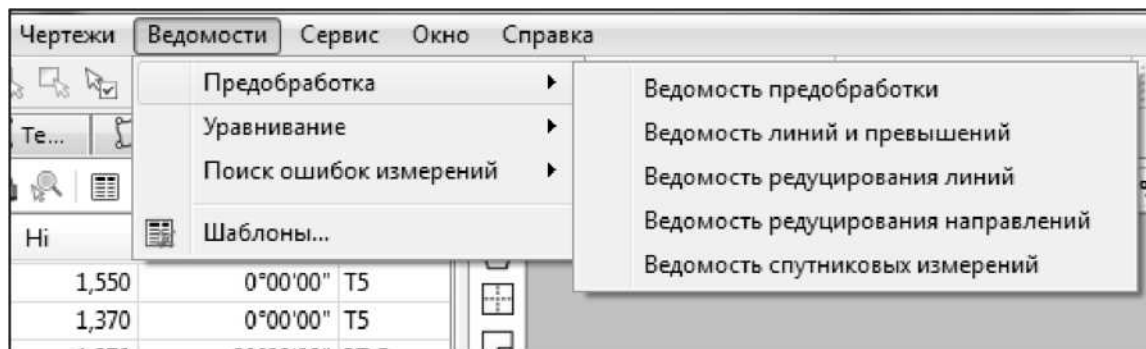

Рис. 5.1
2. Откройте ведомости предобработки и проанализируйте данные (рис. 5.1).